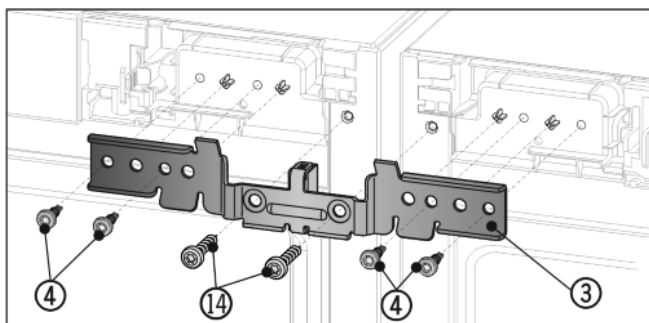

Fig. 7
- Tryck in vinkeln Fig. 7 (3) och distansstycke mellan apparaterna och möt stiften. Skruva fast vinkeln med de fyra skruvarna Fig. 7 (4) och de förut losskruvade jordskruvarna Fig. 7 (14) växelvis och lite löst.